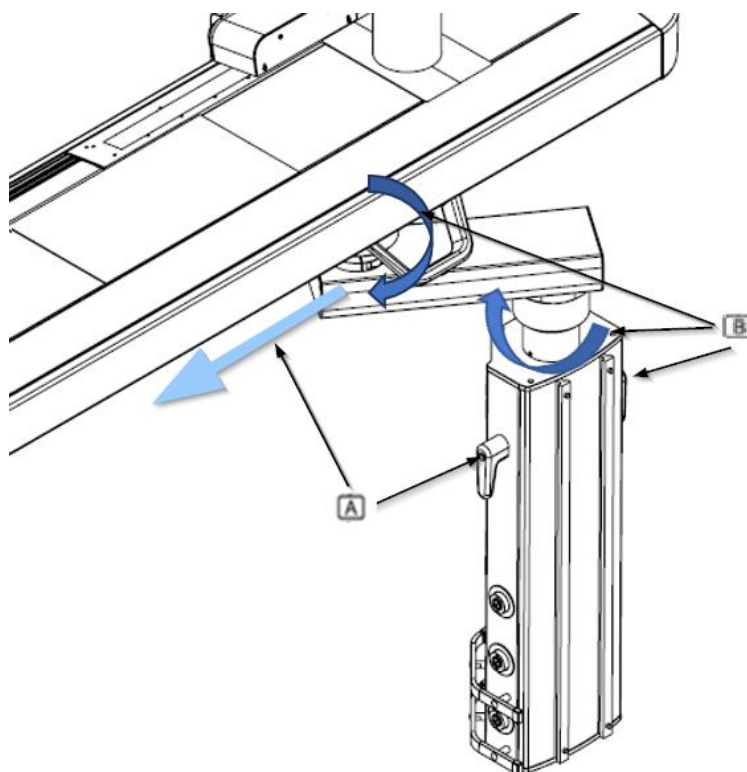

Fig.17 Déverrouillage des freins de pivotement et de translation des colonnes de translation ABITUS montées sur colonne
Pour les configurations sans bras d'extension, seule la commande (A) est activée et, lorsqu'elle est actionnée, le frein de translation et le frein de rotation sont desserrés simultanément, comme le montre la figure 17.